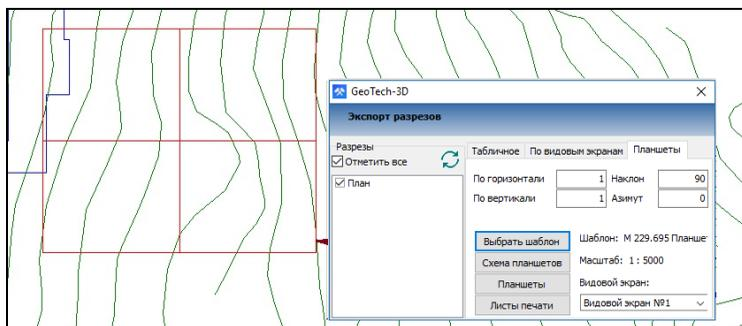

Рис. 15.18. Схема расположения планишеты
4. Нажать кнопку **Схема планшетов**. При этом на разрезе отобразится схема расположения планшетов (рис. 15.18).